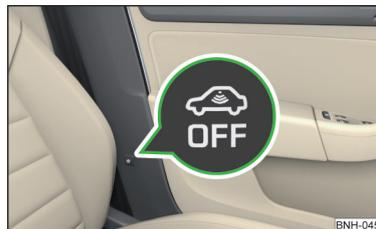

Fig. 35
- Pulsar la tecla de símbolo  » fig. 35 en la columna B en el lado del conductor.